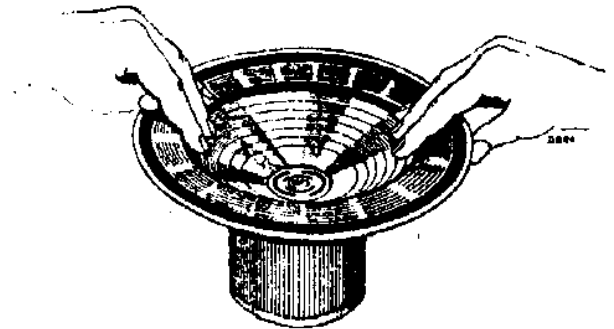

Fig. 7
Draai het centreerschroefje (pos. 106) los, plaats 4 voelertjes van 0,2 mm dikte (Code Nr. 09.990.840) door de perforaties van het centreerplaatje (pos. 105) in de luchtspleet. Zet de centreerschroef weer vast en verwijder de voelertjes. Bij het voorzichtig op en neer bewegen van de conus luisterend, mag men geen geluid waarnemen (fig. 7).
Het spoeltje is vastgelopen in de luchtspleet (controleeren als fig. 7) of er is een gedeeltelijke sluiting in spoeltje of transformator.